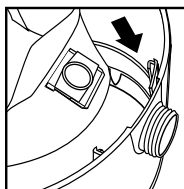

FIGURE 14
24. Faites glisser le déflecteur d'admission comportant le sac filtre dans le guide du déflecteur. **FIGURE 14.**